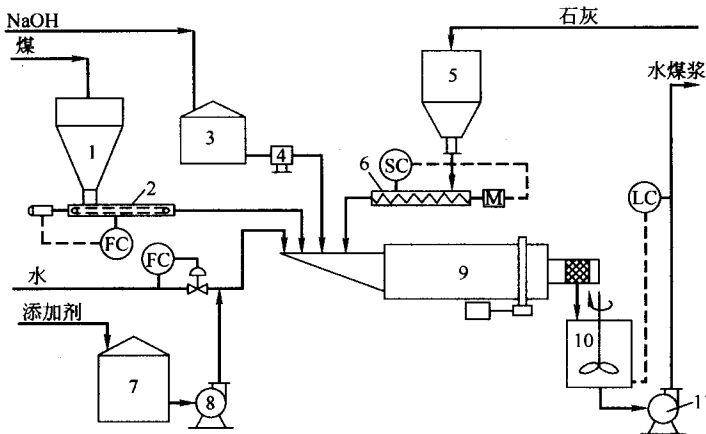

图 2-1-9 水煤浆制备工艺流程
(3) 水煤浆气化工序流程 水煤浆制备工艺流程如图 2-1-9 所示。